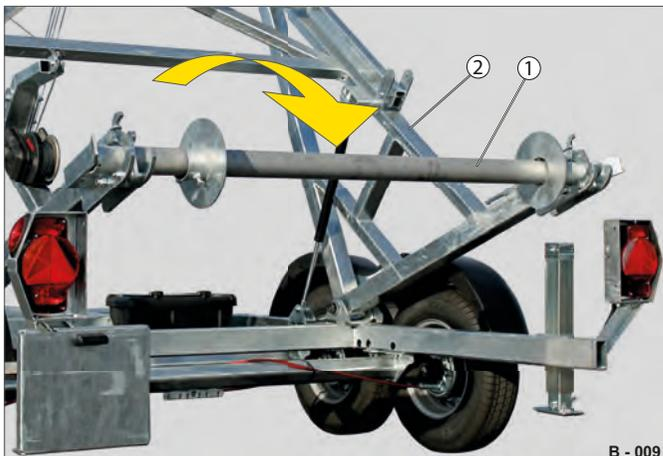

Fig. 1 Châssis porte-touret basculé vers l'arrière
- Faites basculer le châssis porte-touret (Fig. 1 /2) vers l'arrière.